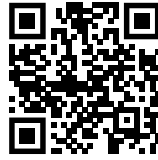

Fig. 143
- ▶ 请打开 Liebherr SmartMonitoring Dashboard。（参见 Fig. 143）